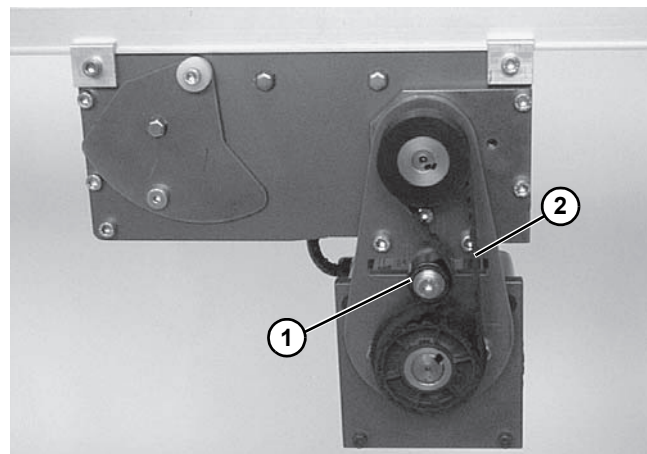

Figura 46
- Aflojar el tensor de banda (**Figura 46, parte 1**) y quitar la banda de sincronización (**Figura 46, parte 2**).